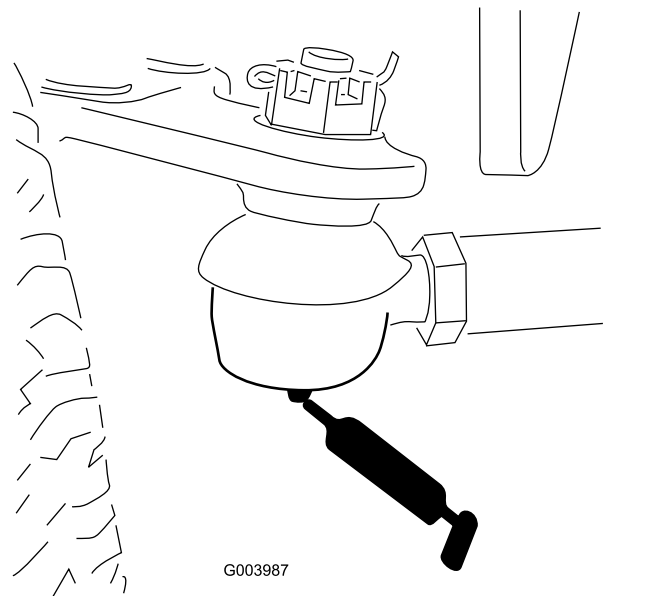

Figura 31
- Tirante del ponte posteriore (2)—Figura 31